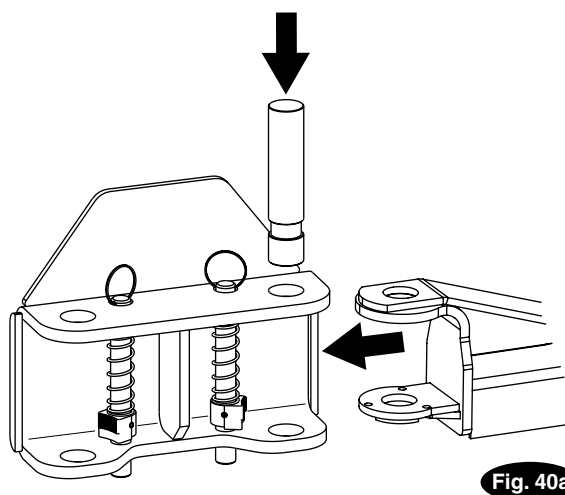

Fig. 40a
31. Bracci e serraggi: Prima di montare i bracci, alzare i carrelli ad un'altezza conveniente. Ingrassare i perni di rotazione dei bracci e i relativi fori con del grasso al litio. Inserire il braccio portante nella forcella, fig. 40a. Installare il perno/i perni con diametro da 1-3/4", fig. 40a.